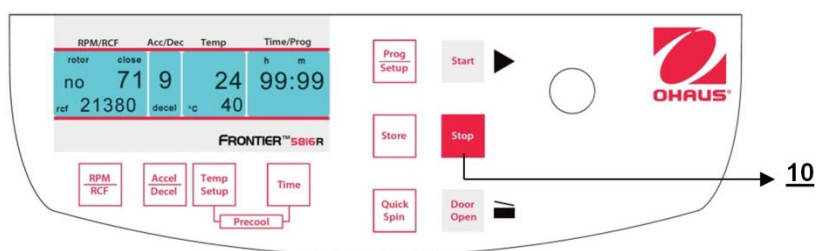

Figure. 27
Avec la touche **"Stop"** (10) (voir la figure 27), il est possible d'interrompre une centrifugation à tout moment. Après avoir appuyé sur la touche, la centrifugeuse décélère conformément à l'intensité présélectionnée jusqu'à son arrêt complet.